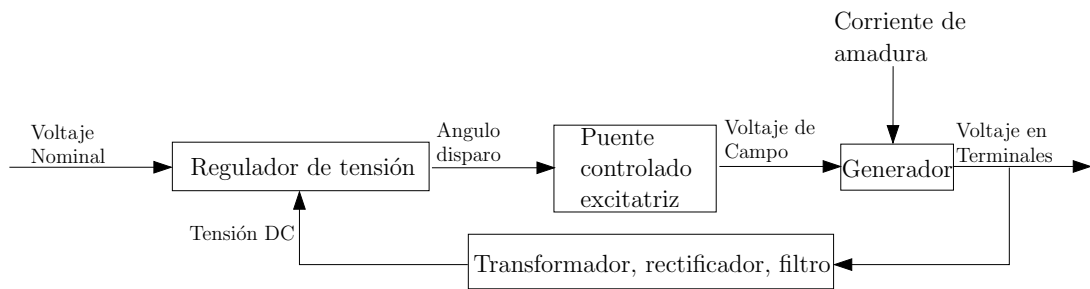

Figura 1.12: Bucla típica del controlador de tensión
1. Sistema de control de la Tensión: Ver figura 1.12.